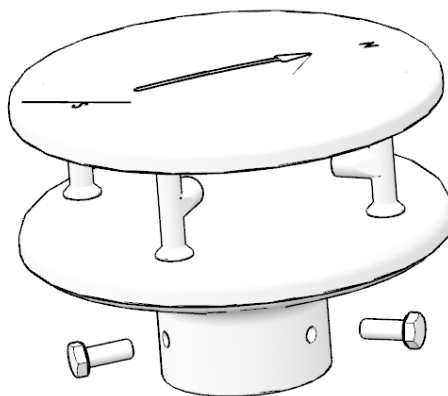

图 12-28 安装超声波
- a. 用 3 个 M8×20 螺栓将超声波安装在对应气象支架底座上,见图 12-28 所示,力矩值 $18 \pm 2 \text{N} \cdot \text{m}$ 。